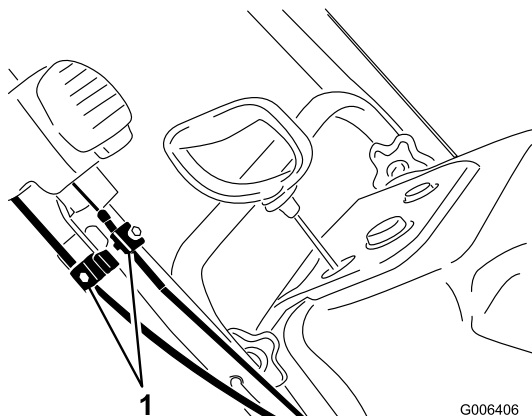

Figure 39
- Desserrez les serre-câble des 2 câbles de commande Quick Shoot (Figure 39).